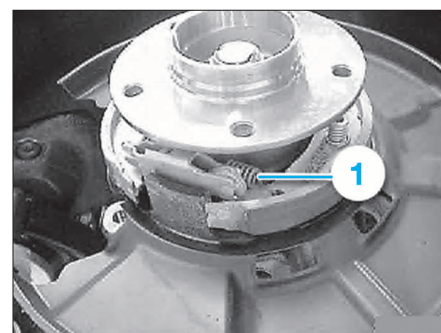

FIG. 21
- Décrocher le ressort de rappel (1) avec une pince pour ressort de frein (Fig.21).